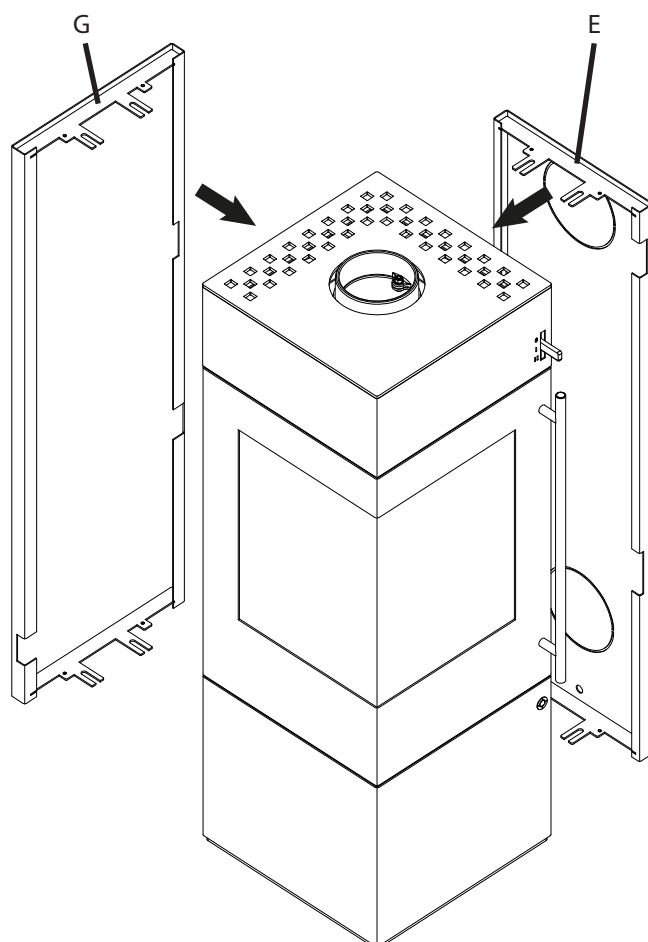

Fig.4
- Extraire le couvercle pour le raccordement du tuyau et le couvercle pour le raccordement de l'air de combustion hors de la paroi arrière (voir Fig.4).